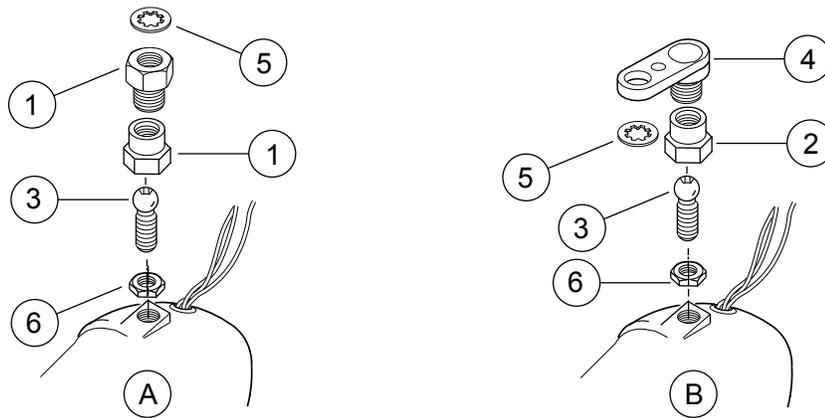

Figura 1. Instale os giradores e pisca-piscas dianteiros
2. Veja a Figura 1. Monte o receptáculo em esfera (4) na extremidade do espelho retrovisor usando arruelas (5) colocadas embaixo do receptáculo, e a porca cega original. Uma cavidade no receptáculo em esfera caberá sobre uma pequena lombada no lado inferior do alojamento da alavanca da embreagem quando o receptáculo estiver alinhado corretamente.
3. Coloque o prisioneiro de ponta esférica (3) por dentro do prendedor do prisioneiro de ponta esférica (2) e rosqueie na contraporca (6). Atarraxe o conjunto de prisioneiro de ponta esférica no alojamento da lâmpada do lado esquerdo. Aperte a contraporca contra o alojamento da lâmpada.